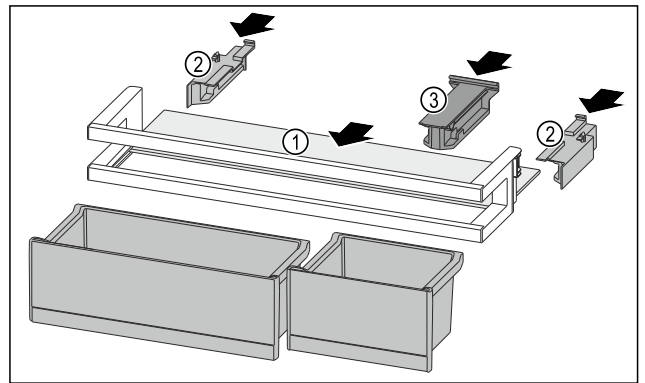

Fig. 100
- ▶ Odlagalno polico Fig. 100 (1) vstavite v stranske utore.
- ▶ Vstavite stranske dele Fig. 100 (2).
- ▶ Vstavite držalni del Fig. 100 (3).